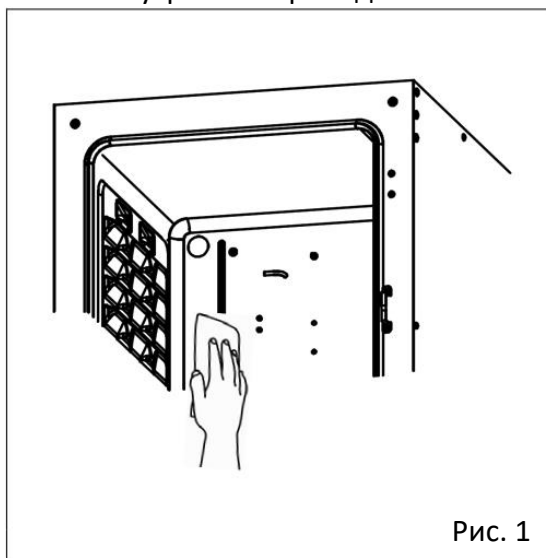

Рис. 1
2. Очистите снятые внутренние принадлежности, внутренние стенки камеры и внутренние прокладки дверей тканью или губкой, смоченной в нейтральном моющем средстве, разбавленном до 5% или менее. Неразведенное моющее средство может повредить пластиковые компоненты. Для разбавления моющего средства обратитесь к прилагаемой к нему инструкции (Рис. 1).